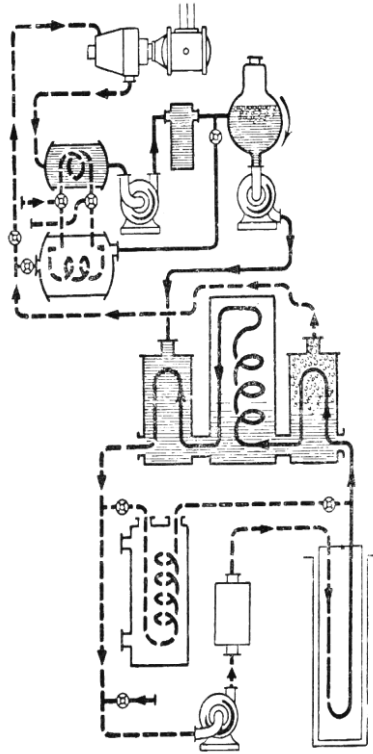

Рис. 84. Принципова схема першої атомної електростанції (СРСР, м. Обнінськ, 1954)
- 1954 р.** Споруджено першу атомну електростанцію (*І. Курчатов, Д. Блохінцев, А. Красін та ін., СРСР, м. Обнінск*) (рис.84)